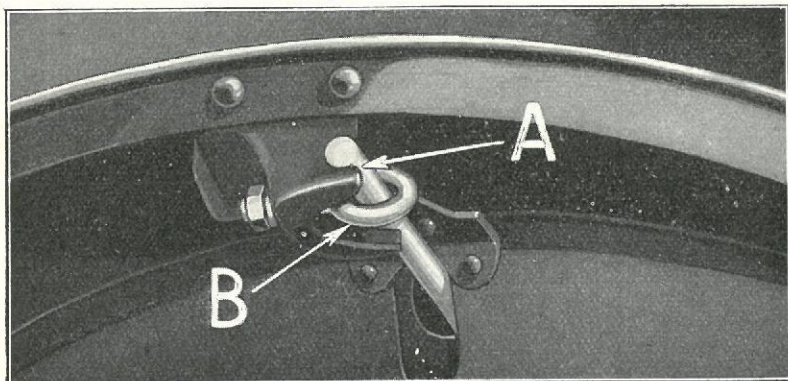

Fig. 118
- (a) Indsæt Skærmholderen (Fig. 118-A) gennem Øjet paa Boltene »B«.